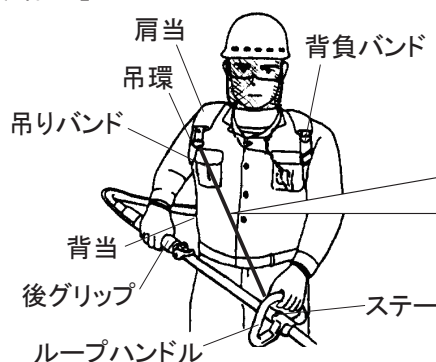

図.1
- ① 背負バンドは消耗品です。切れ、ほつれ、損傷がないことを確認してください。
- ② 背負バンドを図.1のように装着してください。
- ③ 背負バンドを、エンジン部を背負ったとき作業しやすいよう、A部、B部で調節してください。